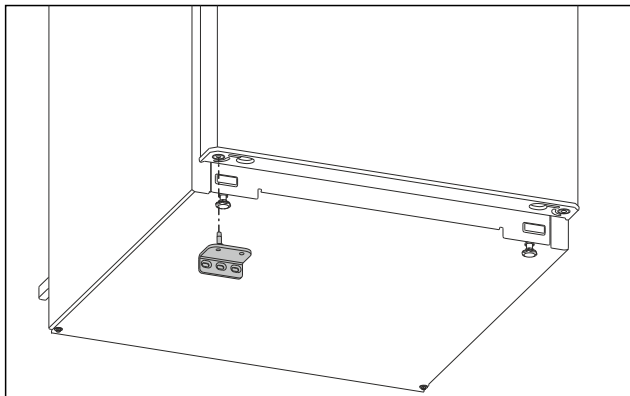

Fig. 16
- ▶ Aseta alempi laakerijalusta vastapäiselle puolelle. (katso Fig. 16)